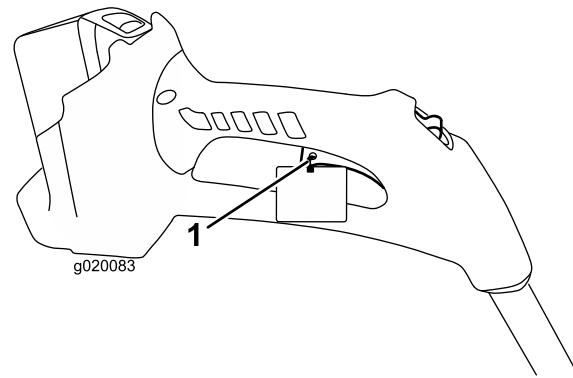

Figura 4
3. Corte la brida y retírela del gatillo (Figura 4).